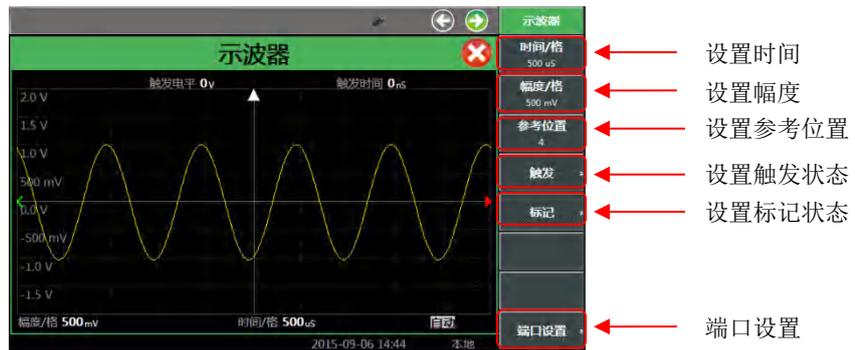
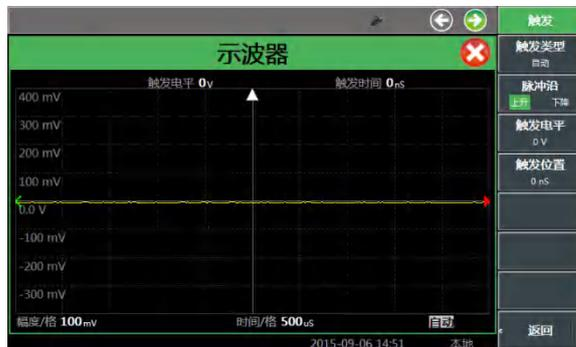
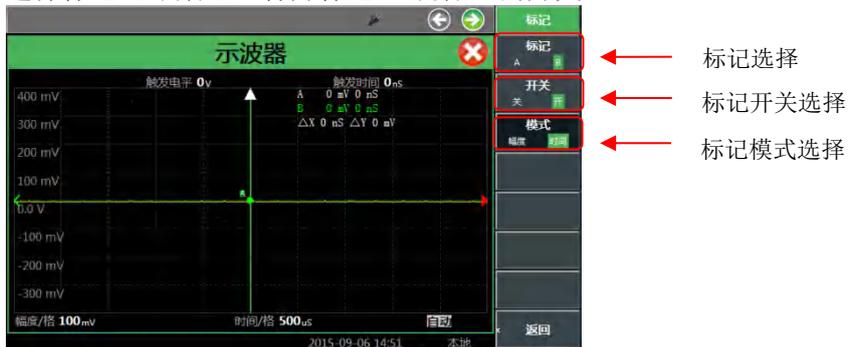

图 4-34 示波器显示窗口
图 4-39 示波器触发设置窗口
图 4-41 示波器标记窗
4992A 示波器功能针对外部音频、DVM 或者内部接收机解调后的低频信号提供一个直观的测量显示，针对外部音频/DVM 接口，用户需要预估输入信号的电平范围，选择合适的量程。操作界面如图 4-34 所示。
- 在操作界面图 4-34 中，点击触摸屏右侧菜单[触发]软键设置端口，弹出如图 4-39 的窗口。
- 在操作界面图 4-34 图 4-中, 点击触摸屏右侧菜单[时间/格]、[幅度/格]、[参考位置]等软键设置端口, 设置合适的时间、幅度、参考位置等。
- 如需标记测量结果, 在操作界面图 4-34 中, 点击触摸屏右侧菜单[标记]软键设置端口, 弹出如图 4-41 的窗口。首先设置模式, 选择标记幅度或者时间, 然后选择标记 A 或者 B, 打开标记 A 或者 B 的开关。